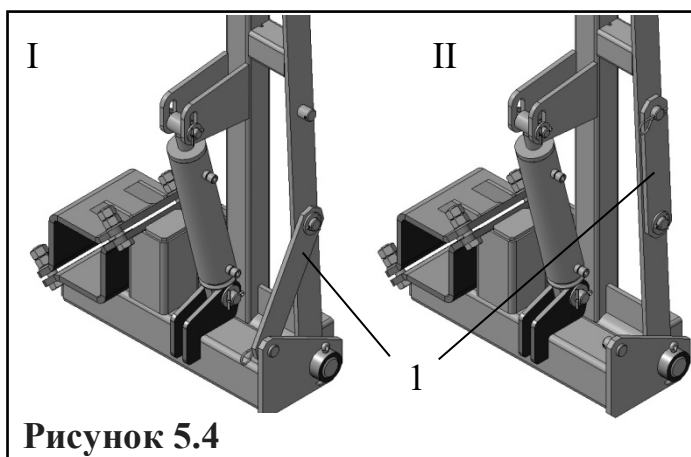

Рисунок 5.4
ставить распорку (1) (рис.5.4) из положения I (при транс-